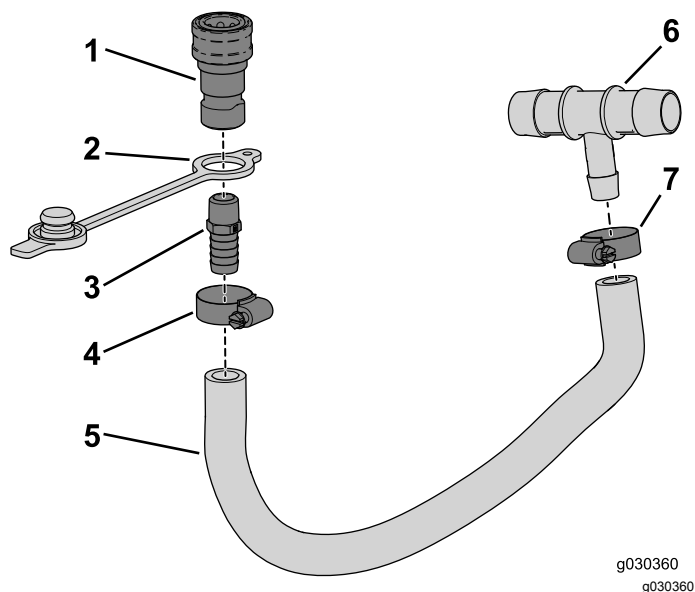

Figura 9
2. Coloque el tapón guardapolvo en el extremo roscado del acoplamiento recto (Figura 9).
3. Enrosque el acoplamiento recto (espiga de $\frac{3}{8}$ NPT x 0,625) en el acoplamiento hembra (Figura 9).
6. Introduzca el extremo dentado del conjunto en la manguera y sujételo con la abrazadera ($\frac{1}{2}$ " a $1\frac{1}{4}$ "), según se muestra en Figura 9.
7. Introduzca el extremo dentado del acoplamiento en T en la manguera y sujételo con la abrazadera ($\frac{1}{2}$ " a $1\frac{1}{4}$ "), según se muestra en Figura 9.
1. Retire los tapones de los orificios del tubo de soporte (Figura 9).